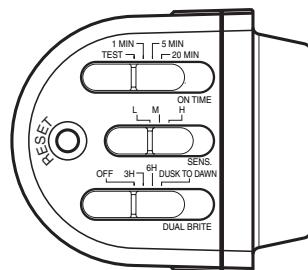

Figure 7
- Pour une installation sous l'avant-toit, assurez-vous que le capteur est situé à l'opposé du mur du bâtiment. Faites pivoter le détecteur de sorte que les commandes situées sur le dessous du détecteur (voir la Figure 7) soient face au sol.
- Placez le commutateur de sensibilité (SENS) en position « L », le commutateur de fonctionnement (ON-TIME) en position TEST et le commutateur DUALBRITE en position OFF (voir la Figure 7).
- Bouton de réinitialisation (voir la Figure 7) : utilisez un trombone et appuyez sur le bouton de réinitialisation pendant 15 secondes pour réinitialiser la lumière.